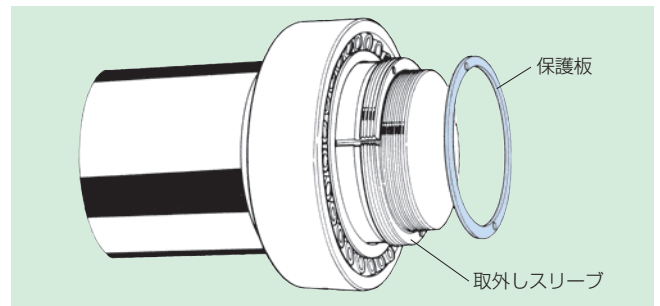

図13
(2) 軸受および油圧式取外しスリーブを取付けます（図13参照）。